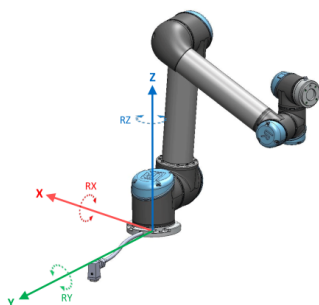

Figure 16.1: Деталь Основание
- Деталь основания определяется с помощью начальной точки в центре основания робота (см. рис. 16.1)